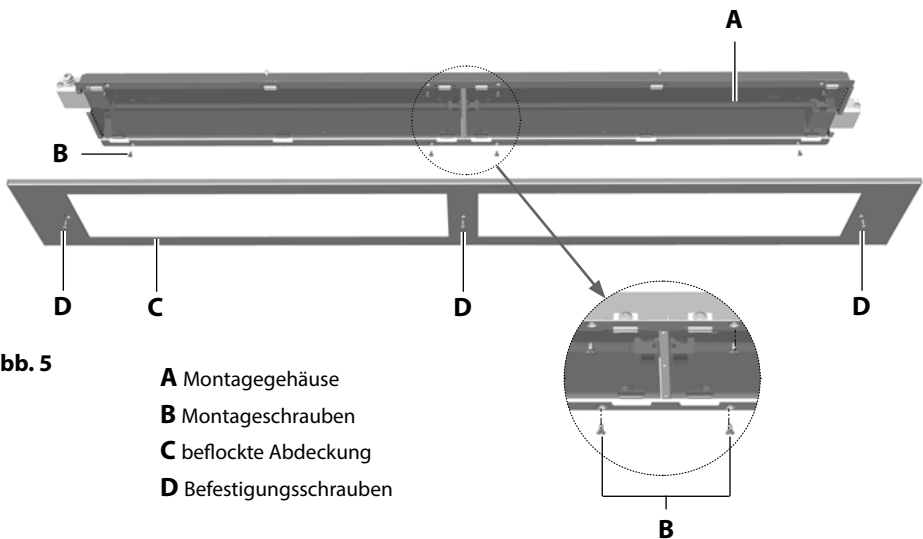

Abb. 5
Nun schrauben Sie von unten die beflöckte Abdeckung (C) mit den 3 Stück Befestigungsschrauben B 4,2 x 13 (D) mm wieder am Gehäuse an. (Abb. 5)